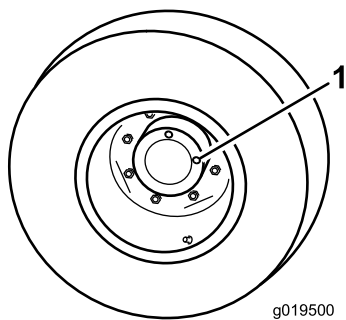

Figura 65
1. Con la máquina en una superficie nivelada, coloque la rueda con un tapón de verificación en la posición de las 12 y el otro en la posición de las 3 (Figura 65).
1. Tapón de verificación/drenaje (2)
2. Retire el tapón de la posición de las 3 (Figura 65).